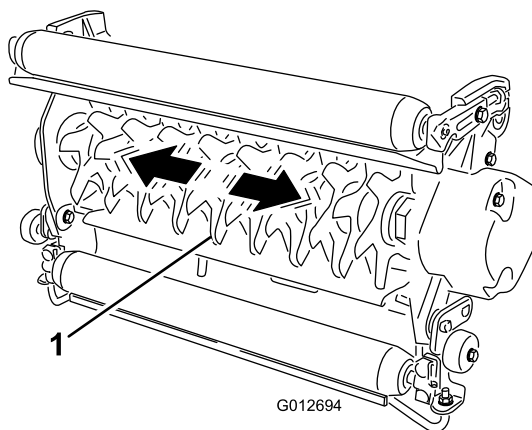

Рисунок 9
1. Придерживая вал барабана, попытайтесь подвинуть барабан в сборе в разные стороны (Рисунок 9).